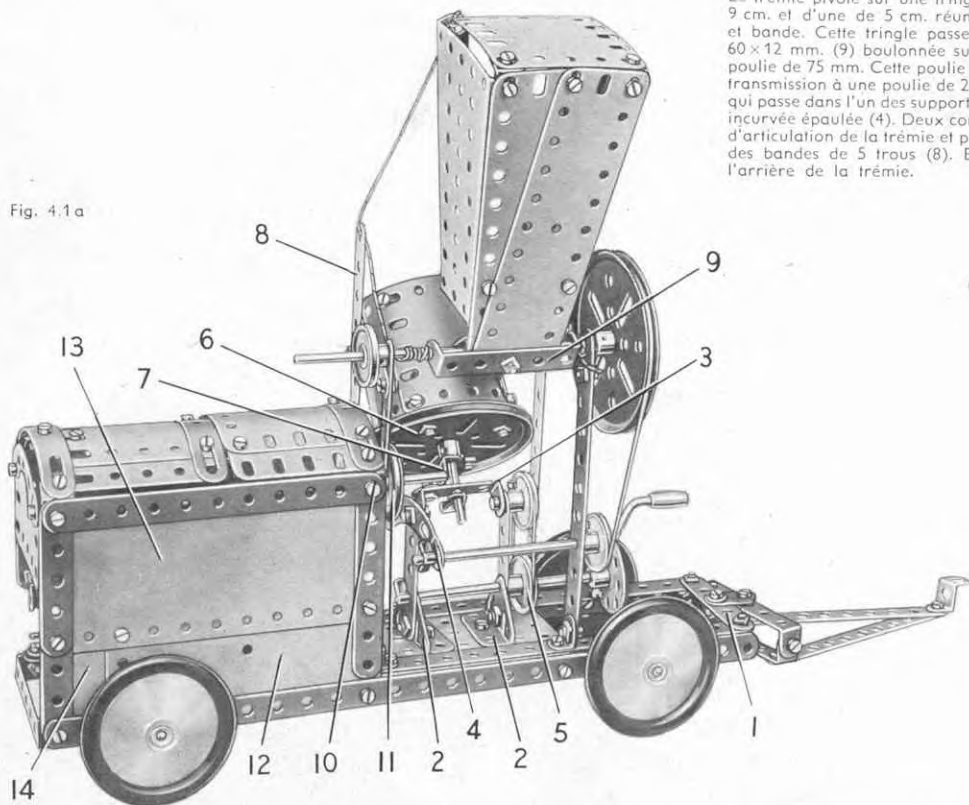

Fig. 4.1a
Les supports de la trémie de chargement sont quatre bandes de 11 trous fixées sur des équerres boulonnées au châssis et reliées à leur sommet par des bandes incurvées épaulées. Deux des bandes de 11 trous sont prolongées par des bandes de 5 trous (8). Les côtés de la trémie sont des plaques-secteur à rebords qui sont boulonnées sur des plaques flexibles de  $14 \times 4$  cm. disposées comme le montre la figure 4-1a. L'arrière de la trémie est une plaque flexible de  $6 \times 6$  cm. fixée par des équerres.